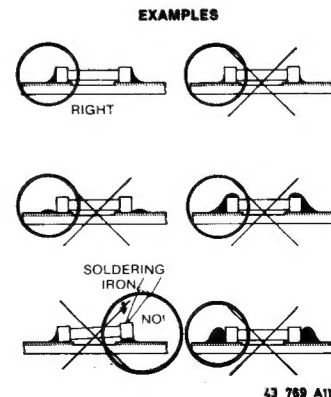

Bild 4
- Die Lötzinnsmenge muss der Gröse der Lötfläche entsprechen. Bei einer zu grossen Menge kann das SMD reissen, oder die Lötflächen können von der Printplatte losgezogen werden (siehe Bild 4).